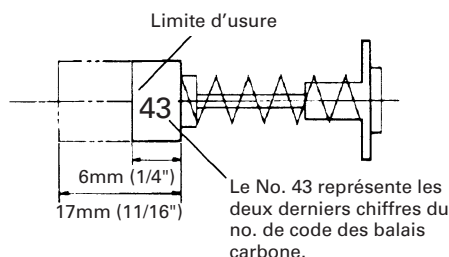
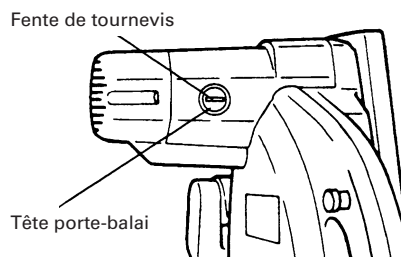

Fig. 44
Fig. 45
3. Inspecter les balais carbone (Fig. 44 et Fig. 45)
En conséquence, inspecter périodiquement les balais en carbone et les remplacer lorsqu'ils ont atteint la limite d'usure comme indiqué à la Fig. 44.
Par ailleurs, maintenir les balais carbone propres de façon qu'ils glissent régulièrement dans les porte-balai. Les balais carbone sont faciles à retirer ; pour cela, retirer les têtes porte-balai (voir Fig. 45) avec un tournevis à tête plate (signe moins).